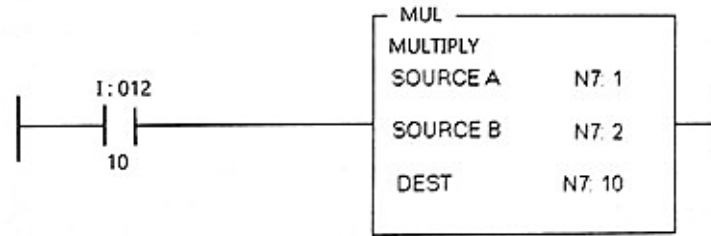

Figure 2.19 Symbol of MUL instruction
Figure 2.19 मध्ये दाखवल्याप्रमाणे MUL इंस्ट्रक्शन्स दाखवल्या आहेत, सोर्स A (N7:3) मध्ये व्हॅल्यू 20 आहे आणि सोर्स B (N7:10) मध्ये व्हॅल्यू 3 आहे. जेव्हा इनपुट I:012/10 सत्य असते, तेव्हा सोर्स A (20) मध्ये संग्रहित व्हॅल्यू आणि सोर्स B (3) मध्ये संग्रहित व्हॅल्यू यांचा गुणाकार केला जातो आणि परिणाम 60, (N7:12) डेस्टिनेशन अॅड्रेसवर संग्रहित केला जातो.